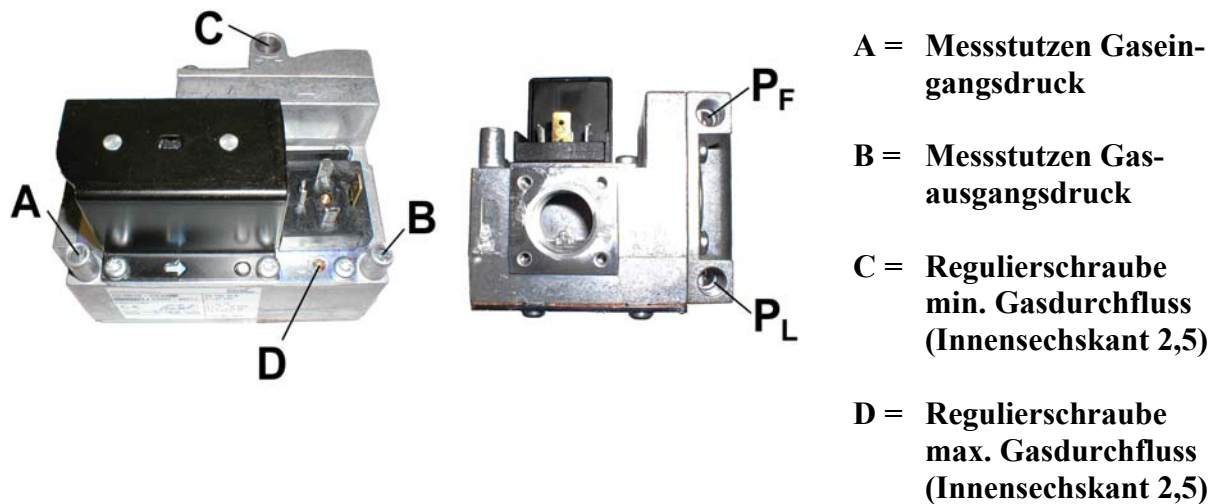

Abb. 19 Regulierungskomponenten des Gasventils
- Messen Sie den Gasfließdruck am Gaseingangsmessstutzen (A). Die von der Gasart abhängigen Druckwerte werden in Tabelle 8 dargestellt.
- Messen Sie den Gasfließdruck am Messstutzen (Abb. 19, Pos. B)
- Stellen Sie das Gerät auf min. Leistung auf Steuergerät  ein. **Bildet sich keine Flamme, drehen Sie die Imbusschraube 2,5 in Richtung (+)** (Abb. 19, Pos. C) und nehmen Sie das Gerät nochmals in Betrieb.
- Bei min. Leistung stellen Sie den Gasdruck mit Hilfe des Drehknopfes (Abb. 19, Pos. C) nach den in Tabelle 8 angegebenen Werten ein.
- Stellen Sie mit Hilfe der Schraube (Abb. 19, Pos. D) den max. Gasdruck entsprechend Tabelle 8 ein.
- Schalten Sie den Rauchgasprüfer an. Stellen Sie den Gasdruck im Punkt (Abb. 19, Pos. B) mit Hilfe der Einstellschraube (Abb. 19, Pos. C) so ein, dass die in Tabelle 8 angegebenen Sollzusammensetzung des Rauchgases erreicht wird.
- Kontrollieren Sie die Einstellungen an den Punkten (C) und (D). Falls die Einstellungen nicht korrekt sind, führen Sie die Regulierung nochmals durch.